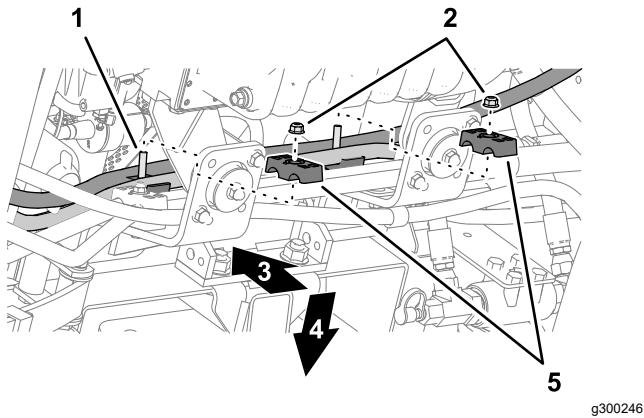

Figura 65
3. Retire las 2 contratueras con arandela prensada (5/16") que sujetan las 2 mitades superiores de las abrazaderas, como se muestra en la Figura 65, y retire las mitades de las abrazaderas.